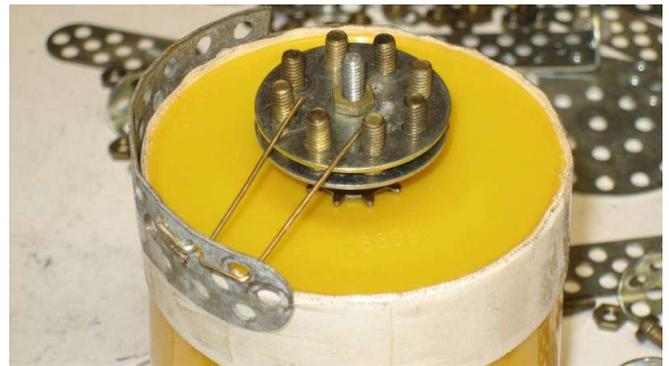

Abbildung 6
3. Baustufe - Bespeichung Nabenaußenseite: (Um die Verständlichkeit und Sichtbarkeit zu erhöhen, wird der Bespeichungsvorgang lediglich an einem einzelnen Felgensegment demonstriert). Die Felge so auf den Becherrand stecken, dass die obere Lochreihe der Felge über den Becherrand hinausragt [Abbildung 6].